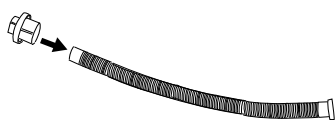

рис. 3
- 2) Вставьте до упора защитную пробку **1** в шланг для слива конденсата, рис. 3, затем тщательно закрутите защитную пробку на трубку.